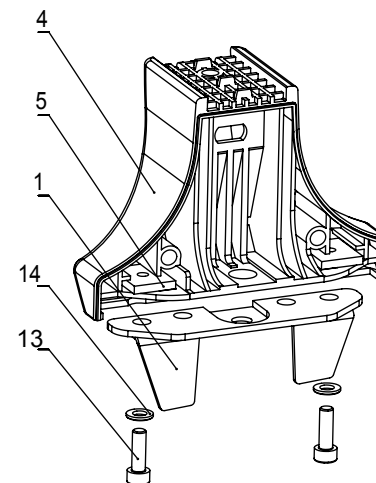

Рис. 1
1. Сборка передней левой опоры (рис. 1)